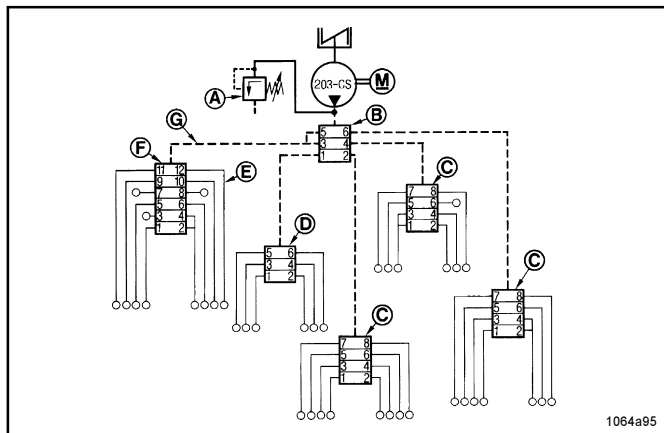

Fig.14 - Exemple d'une installation de graissage
- Le doseur principal (B Fig. 14) et les doseurs secondaires sont reliés entre eux par un tuyau polyamide à haute pression G. Il en résulte donc un enchaînement dans le système de graissage progressif qui est raccordé en aval de la pompe.